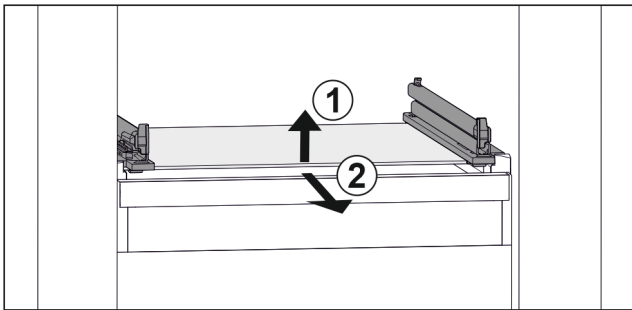

Fig. 118 Примерное отображение стеклоплатины
- Приподнимите стеклоплатину спереди. Fig. 118 (1)
- Извлеките стеклоплатину движением вперед. Fig. 118 (2)